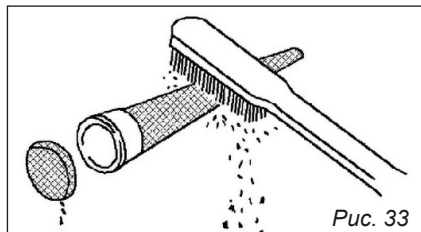

Рис. 33
3. Очистите нагар на экране глушителя и искрогасителя с помощью проволочной щетки, рис. 33.